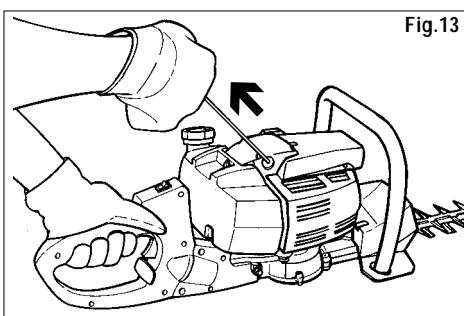

Fig.13
- 7) Tirare a fondo fino a 3 volte la maniglia della funedi avviamento (fig.13)
9) Tirare la fune di avviamento (fig.13) fino alla messa in moto del motore.